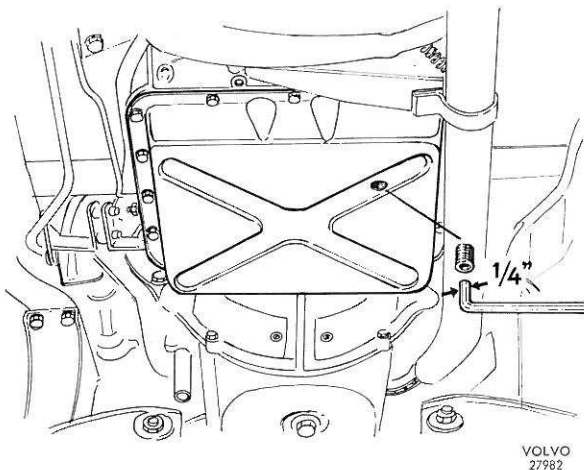

Figure 35. Bouchon de vidange d'huile
2. Vider l'huile et la recueillir dans un récipient très propre. Voir figure 35. Remarque: L'huile peut être très chaude et peut provoquer des brûlures aux mains.
2. Vider l'huile et la recueillir dans un récipient absolument propre, voir figure 35.